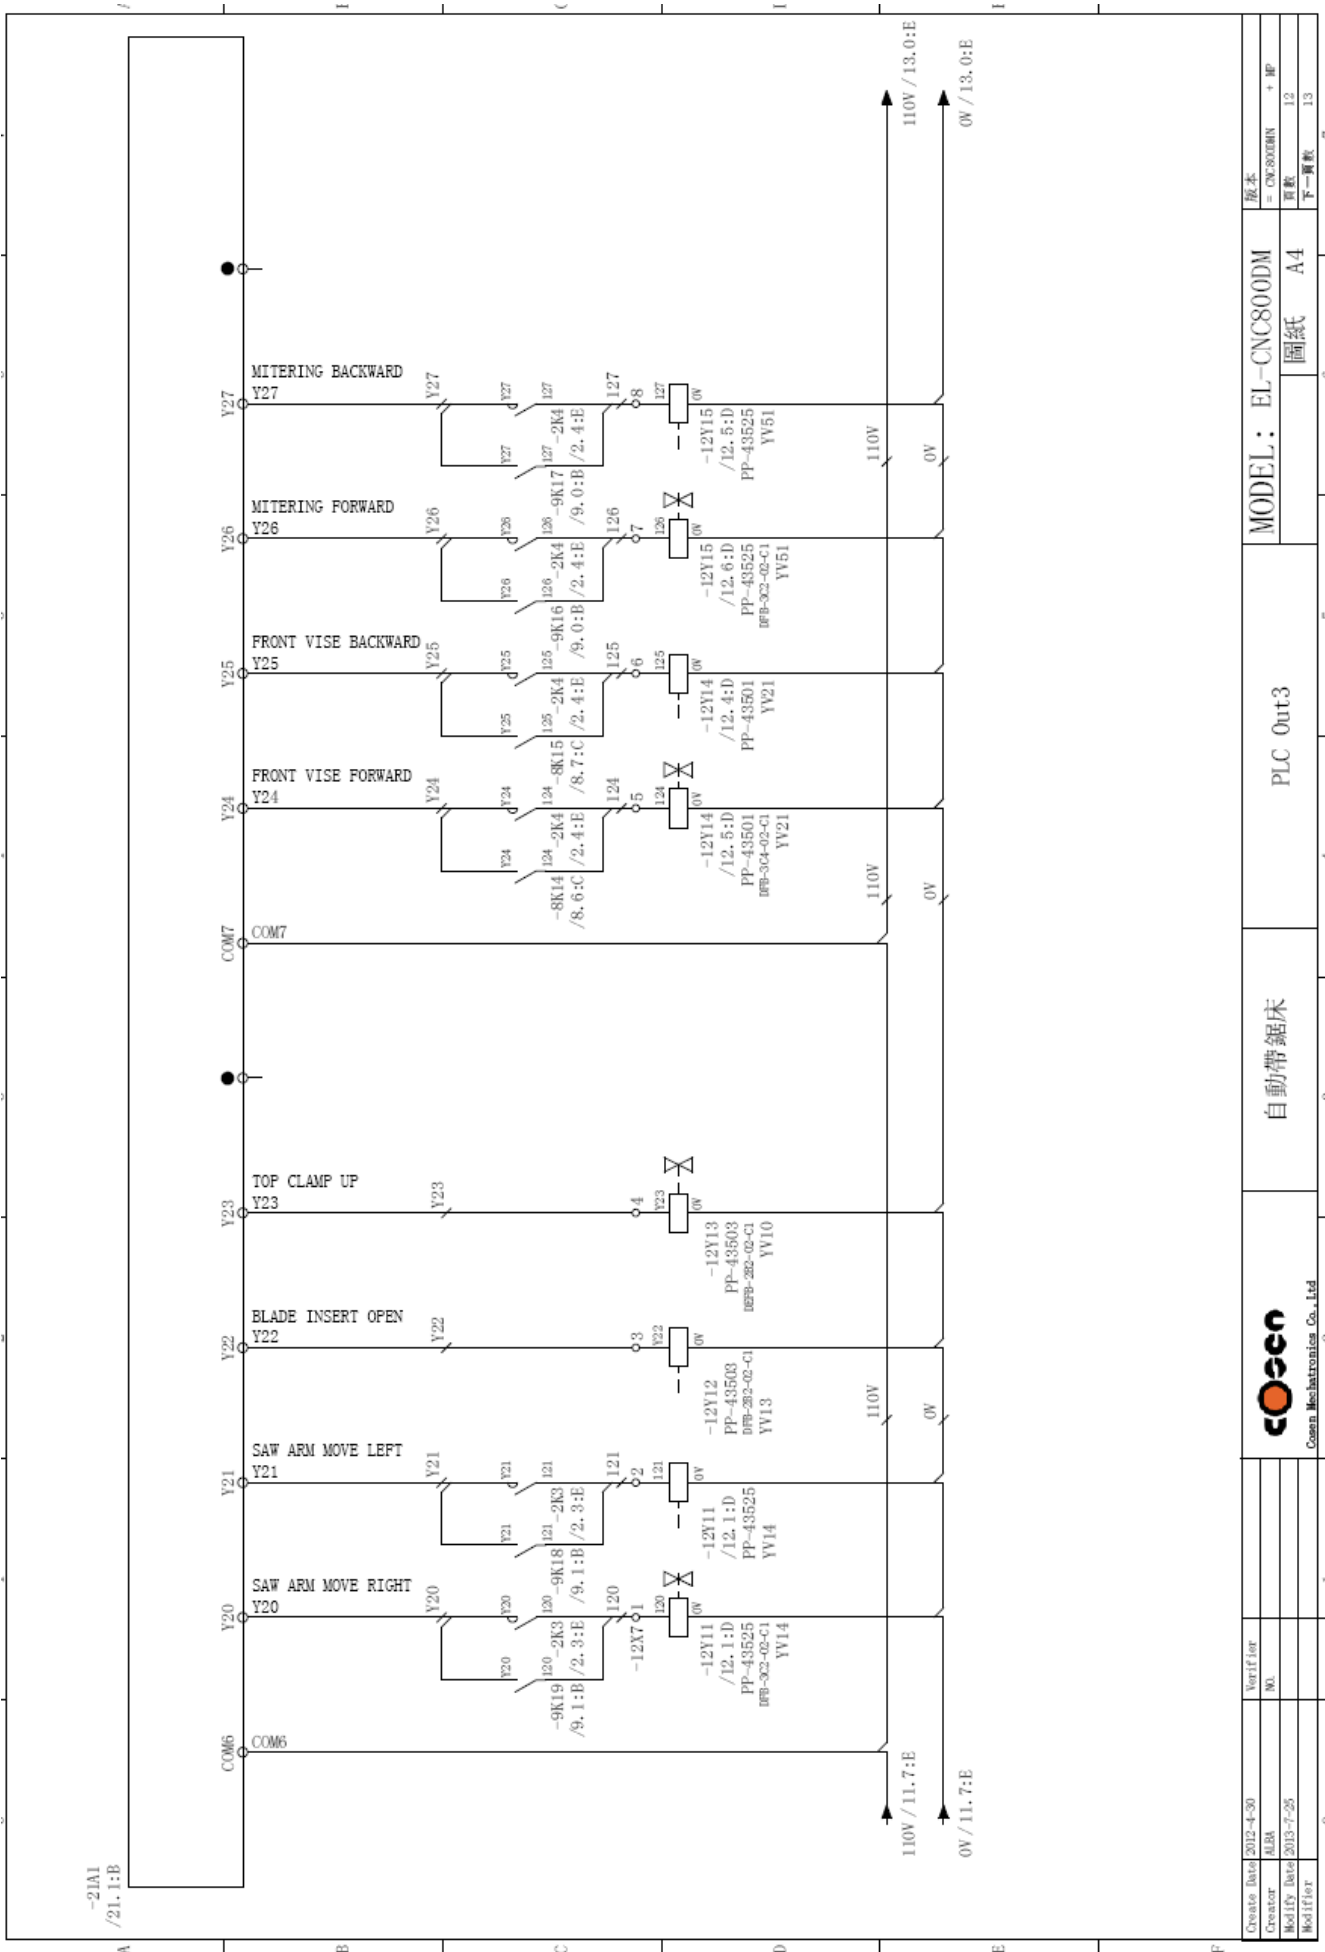

Fig. 5-13 PLC OUT3 layout (CE)
- Fig. 5-13 PLC OUT3 layout (CE)